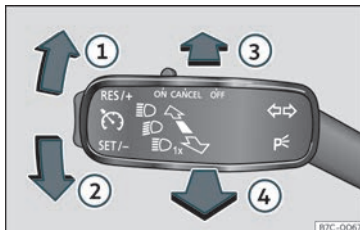

Fig. 90 Palanca d'intermitents i de llum de carretera.
- Des de la posició base, premeu cap endavant la palanca dels intermitents i llum de carretera  **fig. 90** . Quan es mostri l'indicador  a la pantalla del quadre d'instruments, l'assistent del llum de carretera estarà connectat.
- **O BÉ:** amb el llum de carretera connectat, estireu cap enrere la palanca dels intermitents i del llum de carretera >>> **fig. 90** .